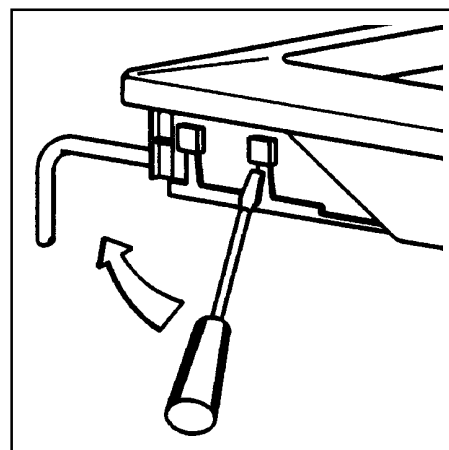

Fig. 5
- premete leggermente e fate leva verso l'alto (Fig. 5).